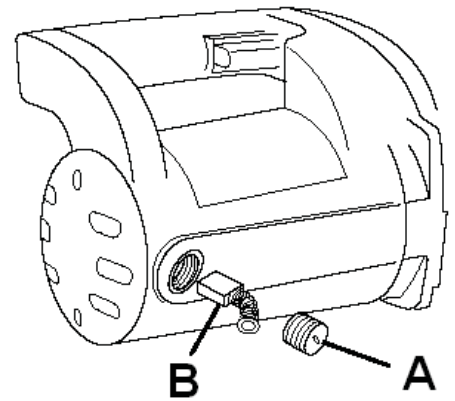

Рис. 14
- Зніміть кришки щіток (A, Рис. 14).